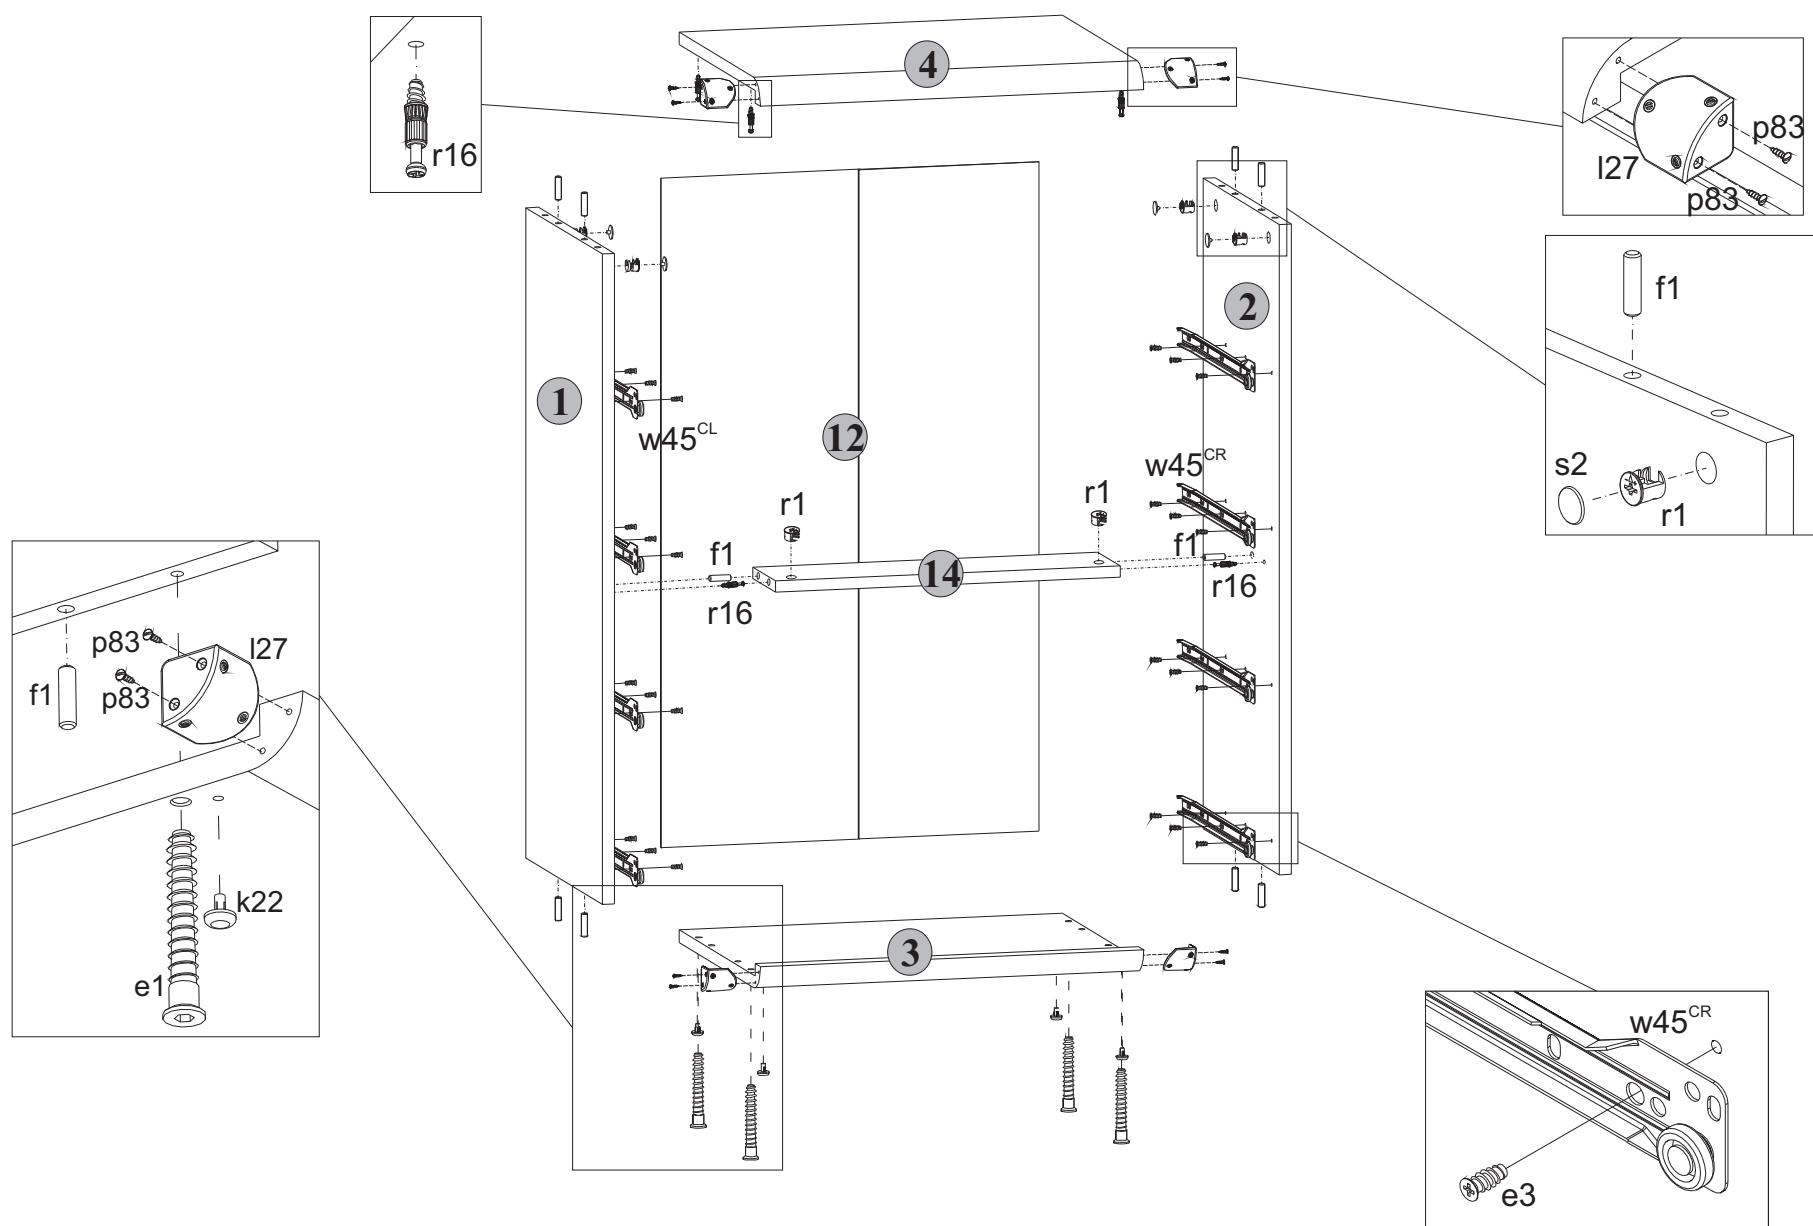

Рис. 2
5.5 В отверстия диаметром **5 мм** на нижней поверхности щита верхнего **4** вкрутить винты стяжки **r16**, пользуясь крестообразной отверткой (**см.рис. 2**).
5.6 В отверстия диаметром **4,5 мм** на нижней поверхности щита нижнего **3** вставить опоры полимерные **k22** (подпятники) (**см.рис. 2**).
5.8 К стенкам боковым **1** и **2** присоединить щит нижний **3** и стянуть еврошурупами **e1**, пользуясь специальным ключом **z1** из комплекта фурнитуры (**см.рис. 2**).
5.2 В отверстия диаметром **8 мм** на верхних и нижних кромках стенок боковых **1** и **2**, а также в боковые кромки цоколя **14** вбить деревянные шканты **f1** (**см.рис. 2**).
5.4 На внутренних поверхностях стенок боковых **1**, **2** и цоколя **14** в отверстия диаметром **15 мм** вставить стяжки эксцентриковые **r1** (**см.рис. 2**).